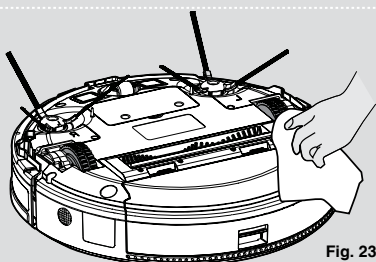

Fig. 23
3. Rengør hjulene med en tør klud. **[Fig. 23]**